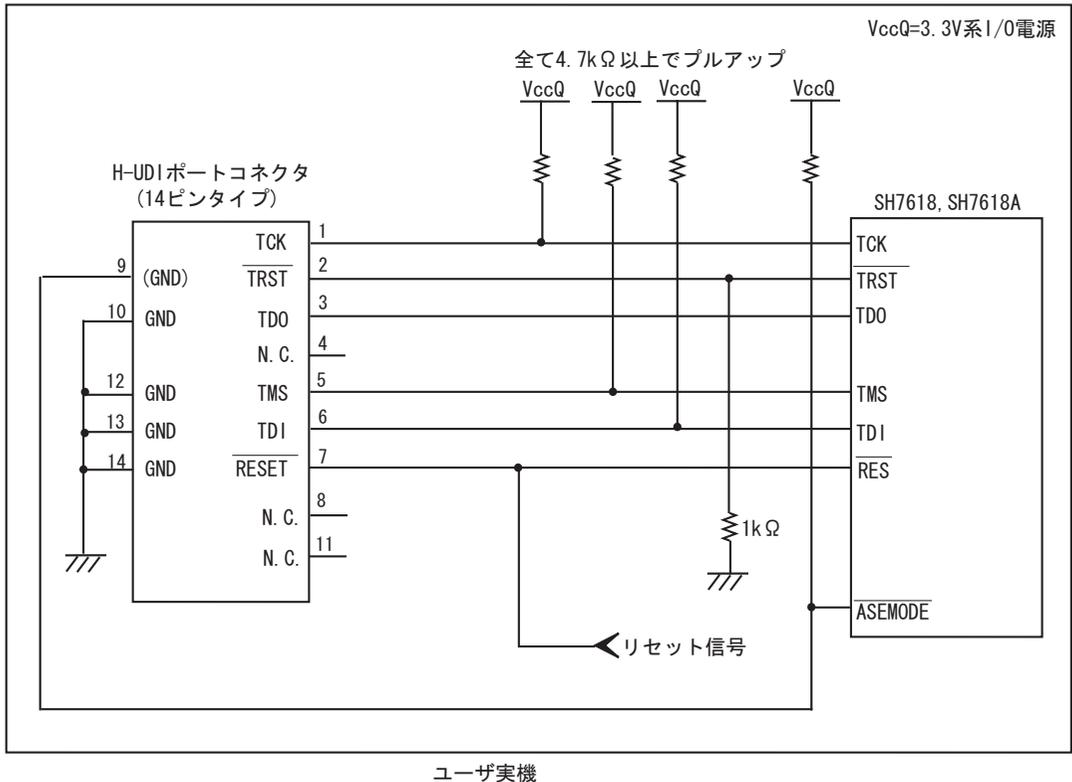

図 1.3 E10A-USB 使用時の H-UDI ポートコネクタ - チップ間の接続例
E10A-USB エミュレータ使用時の H-UDI ポートコネクタ(14 ピンタイプ)とチップ間の推奨接続例を図 1.2、UVCC 未接続時の接続例を図 1.3 に示します。
6. 図 1.2, 図 1.3 に記載されている抵抗値は、参考値です。
- 図 1.3 接続例で回路を組んだ場合の E10A-USB エミュレータのスイッチ設定：SW2=0, SW3=1 スイッチ設定の詳細は、「SuperH™ファミリ用 E10A-USB エミュレータユーザーズマニュアル 3.8 章 DIP スイッチの設定」を参照してください。